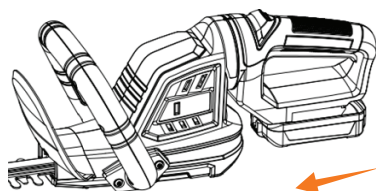

Рис. 4
1. Установите аккумуляторную батарею в разъем на рукоятке изделия до щелчка (Рис. 4).